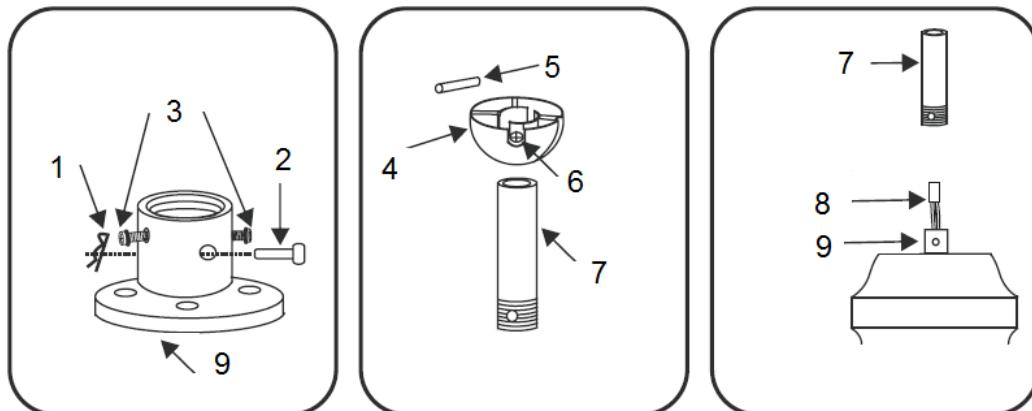

Fig. 4
- Rimuovere il perno di sicurezza (2) ed il perno a gancio (1) dall'accoppiamento (9) del gruppo alloggiamento motore (Fig.4)
- Allentare le viti dell'insieme (3) dall'accoppiamento (9).
- Rimuovere il giunto a sfera (4) ed il perno a croce (5) dal gruppo della barra descendente (7) allentando la vite dell'insieme (6). Fate passare con cura i cavi del ventilatore (8) attraverso la barra descendente (7), e quindi fate passare la barra nell'accoppiamento.
- Allineate i fori e reinstallate il perno di sicurezza (2) ed il perno a gancio (1). Infine serrate di nuovo le viti dell'insieme (3).